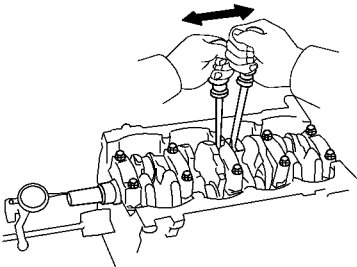

图 1-107 用螺钉旋具前后撬动曲轴
(4) 测量曲轴轴向间隙。用螺钉旋具前后撬动曲轴，同时用百分表测量其轴向间隙，如图 1-107 所示。